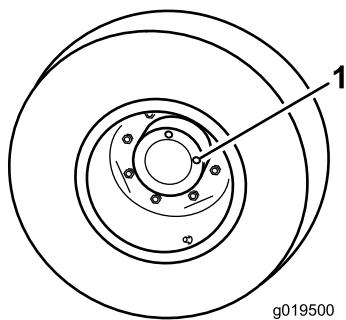

Figure 15
1. Bouchon de contrôle/vidange (2)
2. Retirez le bouchon qui est à la position 3 heures (Figure 15). Le niveau d'huile doit atteindre le bas de l'orifice de contrôle.